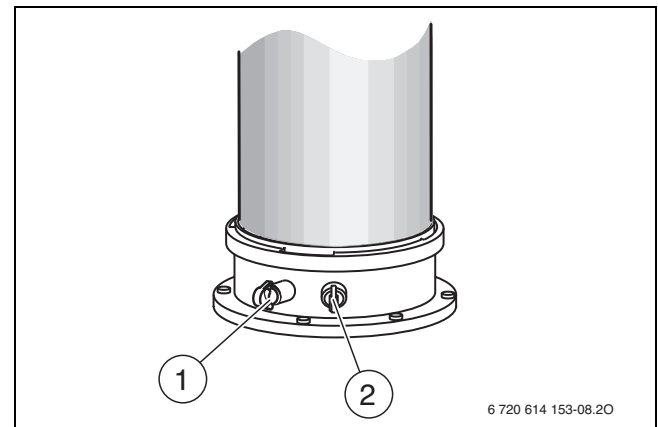

Bild 154 Abgasmessstutzen und Verbrennungsluft-Messstutzen
- ▶ Stopfen am Abgasmessstutzen (→ Bild 154, [1]) entfernen.